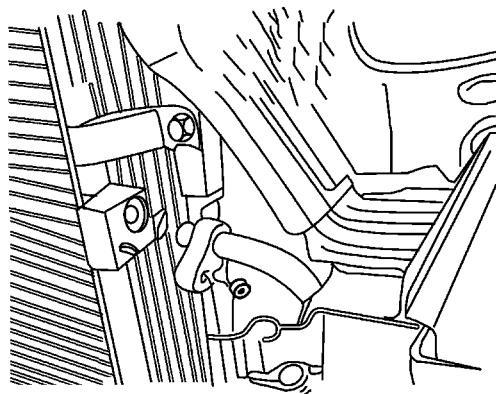

图 5-42 拆卸冷凝器板管
5) 按照图 5-42 所示，拆卸冷凝器板管螺母和制冷剂排放软管。